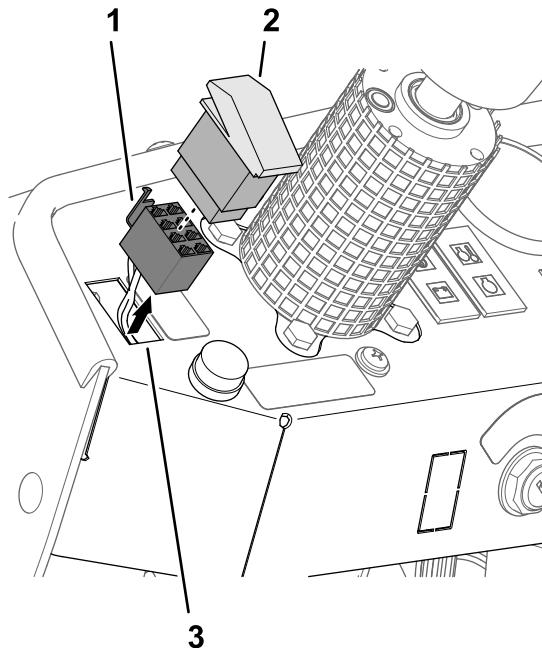

Figura 28
2. Rimuovete il connettore a 8 prese indicato come INTERRUTTORE DEI FARI dall'interruttore dei fari (Figura 28).